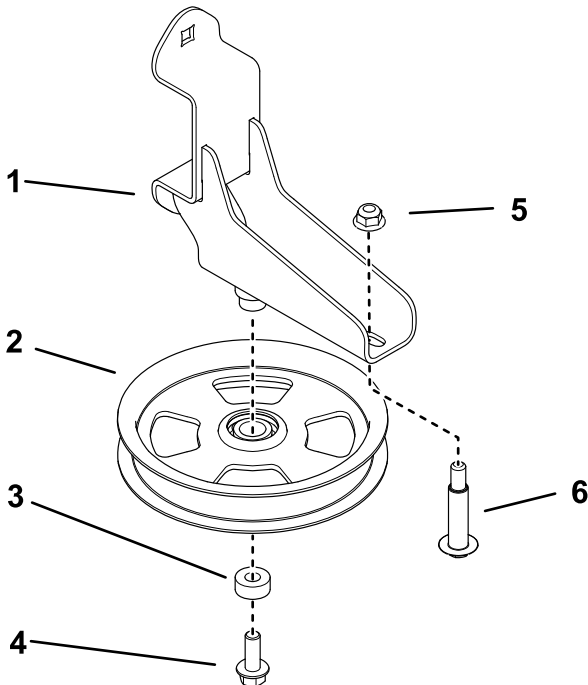

Figura 5
1. Sujete la polea tensora al soporte de montaje usando el perno de cabeza hexagonal con arandela prensada y el espaciador (Figura 5). Apriete el perno a 37–45 N·m (27–33 pies-libra).
2. Instale el perno de cuello largo en el soporte de montaje usando una tuerca (Figura 5). Apriete el perno a 37–45 N·m (27–33 pies-libra).